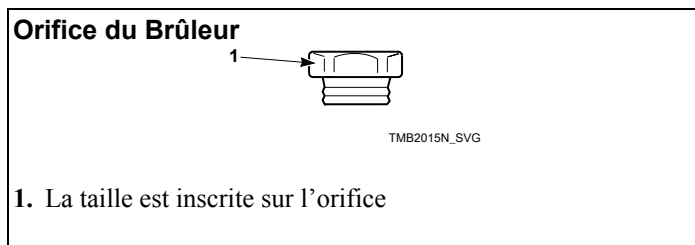

Figure 20
3. Installer les nouveaux orifices de brûleur pertinents. Se reporter à la Figure 20 et à la Tableau 1. Serrer chacun d'entre eux à 9-10 Nm.
4. Réinstaller le dispositif de support d'orifice sur le robinet de gaz, en s'assurant que les orifices sont alignés sur l'ouverture du tube du brûleur. Voir Figure 20.